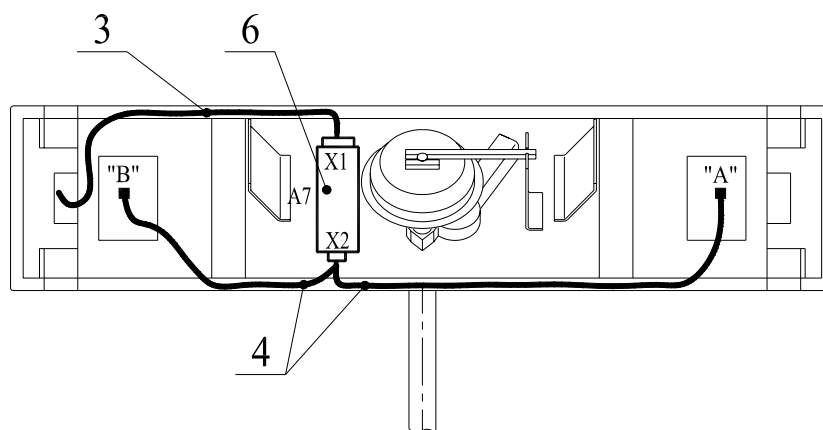

Рисунок 7. Схема прокладки кабелей в стойке турникета:
9.4.8. Все подключения к плате CLB выполняйте в соответствии со схемой электрических соединений (рис. 4). Прокладка кабелей внутри стойки турникета показана на рис. 7.